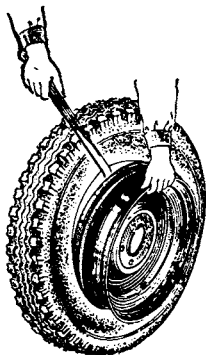

Рис. 86. Снятие внутреннего борта шины с обода колеса
4. Сдвиньте второй борт шины в глубокую часть обода и с противоположной стороны снимайте шину, закладывая лопатки снизу (рис. 86).